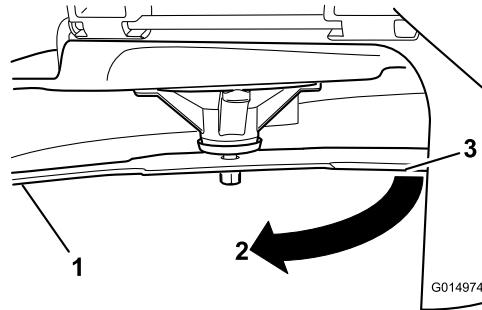

Figure 58
4. Tournez la même lame de 180 degrés pour amener l'autre tranchant à la même position (Figure 58).